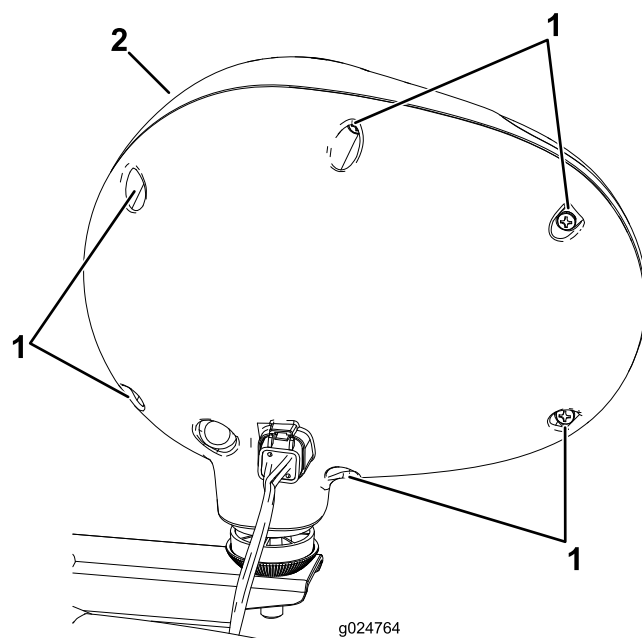

図 69
2. ヘッドライトを固定しているねじ6本を取り外す 図 69。
3. ヘッドライトのカバーを取り外す 図 69。